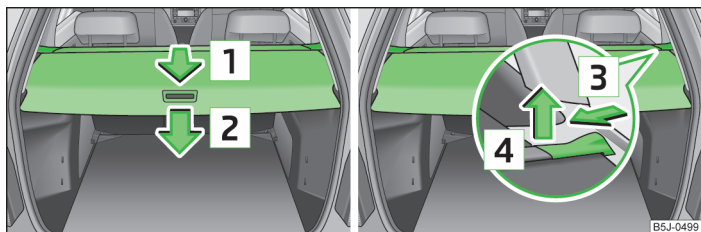

Fig. 50 Maletero: Cubierta del maletero enrollable/desmontar la cubierta del maletero enrollable
- Tirar de la cubierta enrollable del maletero en el sentido de la flecha » fig. 50 hasta el tope en posición asegurada.